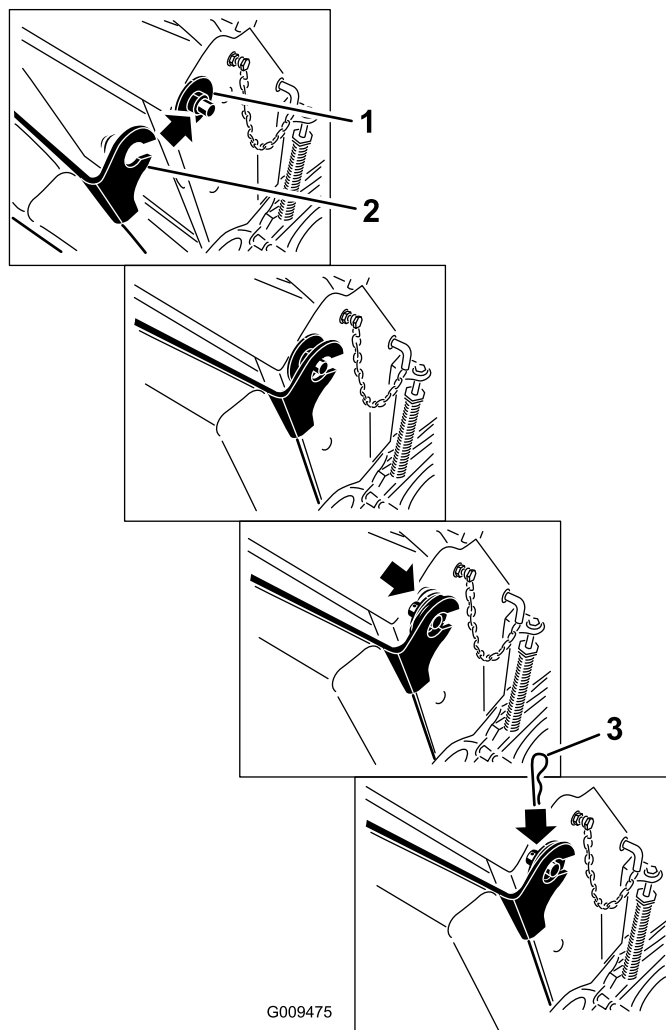

図 36
6. クッションを機体両側のピンに取り付ける 図 36。
7. 大きいワッシャを、プラスチック製のブッシュと共にクッションブラケットの中に入れ、ヘアピンコッターで固定する 図 36。